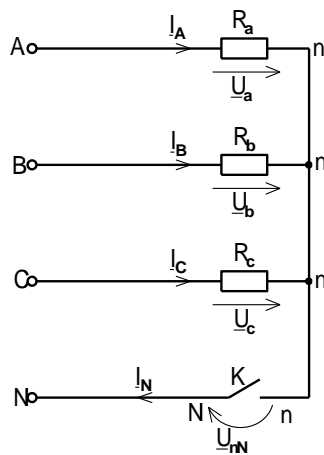

Рис. 8.
**Задача 8.** Для трёхфазной электрической цепи, представленной на рис. 8, необходимо: